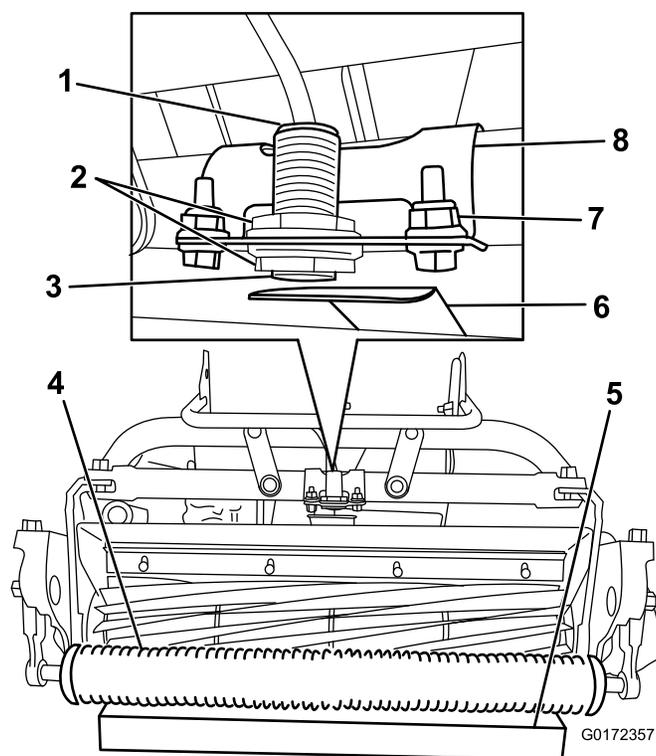

図 10
2. センサーについているジャムナットをゆるめて、ジャムナットの先端からねじ山が1山だけ見えるように調整する 図 10。
4. カuttingユニットの前ローラの下に 3.8 cm の角材を置く 図 10。
5. センサーのブラケットをフレームに固定している締結具をゆるめる 図 10。
8. センサー上部にあるランプが点灯するように、センサーのブラケットをターゲットプレートに向ける 図 10。すでにランプが点灯している場合には、ランプが消えるまでブラケットを回し、それから元に戻してもう一度点灯させる。